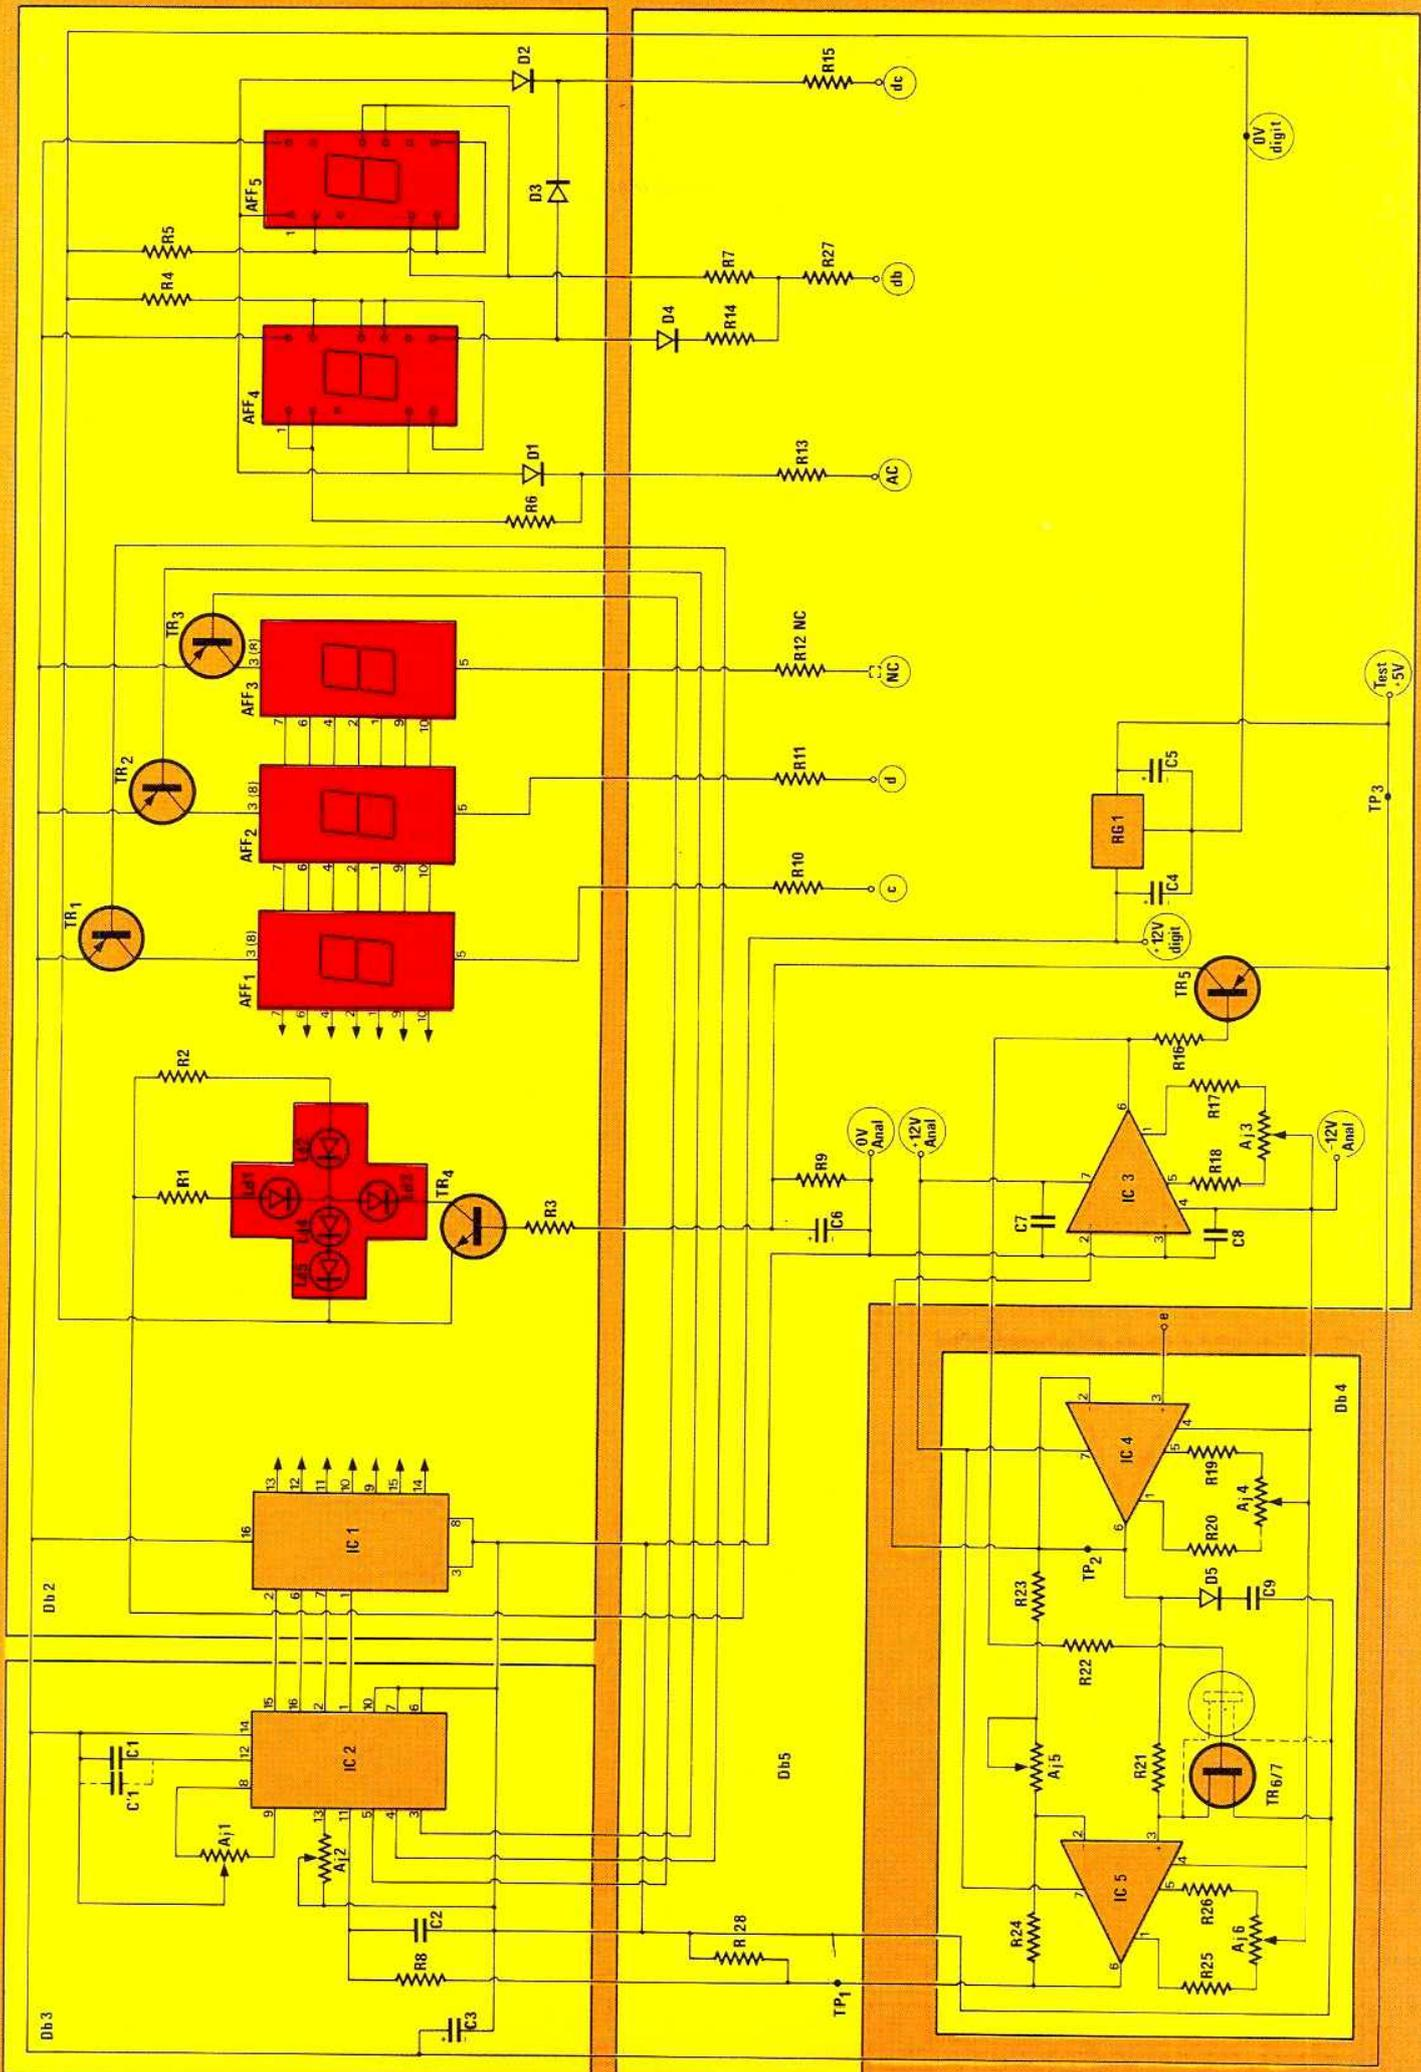
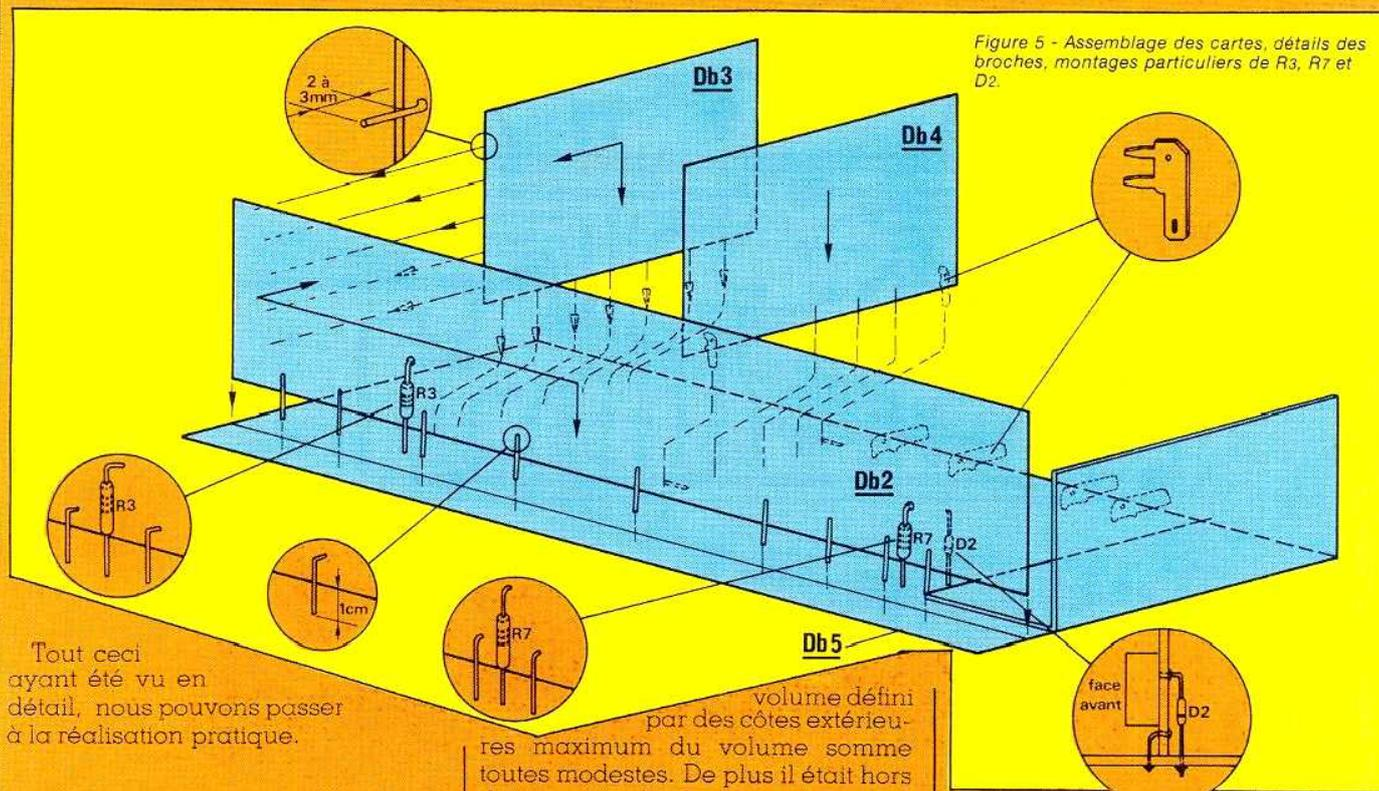

Figure 2 - Schémas : Affichage, polarité automatique, voltmètre continu 999 mV, indicateur de fonctions, régulation 5 V.
Figure 5 - Assemblage des cartes, détails des broches, montages particuliers de R3, R7 et D2.
Le schéma général (figure 2) regroupe SE 1 à 5. Il est découpé en quatre zones appelées Db 2, Db 3, Db 4, Db 5, correspondant aux 4 circuits imprimés nécessaires à la construction. Ne tenez pas compte
Sur le schéma figure 2, il est prévu un transistor TR_7 en parallèle sur TR_{65} , afin de garantir l'efficacité du «court-circuit» en cas de faiblesse des $2N3819$ utilisés. Pour notre part un seul a suffit. D'autre part, la valeur de $10\text{ M}\Omega$ dans la gate est volontairement importante car une valeur plus faible avait tendance à laisser passer quelques mV de la tension de commande dans l'entrée positive de IC_5 ce qui ne facilitait pas le réglage d'offset.. !
On se doit de bien repérer sur la figure 2 les 5 points suivants :
Comme nous l'avons déjà dit, le câblage de cet ensemble est réparti sur 4 circuits imprimés que nous avons repérés Db 2, Db 3, Db 4, Db 5. Le schéma de la figure 2 a été tracé de telle sorte que les composants de chaque carte soient bien repérables ainsi que les liaisons inter-cartes. Un dessin valant mille mots... nous vous invitons à vous reporter à la figure 5 qui image bien la façon dont les cartes sont assemblées entre elles. Ce type de montage à cartes perpendiculaires autorise une exploitation maximum du
Apportez un soin accru à l'implantation de ces pièces avant de souder les afficheurs. Posez un support pour IC₁ et soudez TR_{1, 2, 3} de telle sorte qu'ils ne soient pas en avant des afficheurs. Trois (3) composants ont un montage particulier : il s'agit de R₅ et R₇ qui ne sont soudés au CI que d'une patte, l'autre servant de broche de liaison avec Db 5 (figure 5). Idem en ce qui concerne D₂, mais celle-ci présente la particularité supplémentaire d'être soudée d'une patte CÔTÉ CUIVRE. Il reste à fabri-
quer les broches de liaison à Db 5 avec les pattes coupées aux résistances que vous avez déjà soudées. Laissez dépasser à peu près un centimètre du rebord de la carte (de même pour R_7 , R_8 et D_2) (toujours figure 5). Soudez les 4 dernières résistances et Db 2 est terminée. Son circuit imprimé avec implantation figure 8.
La figure 5 donne une idée de l'ensemble, néanmoins il est très important de respecter la procédure suivante : Assembler en premier Db 2 avec Db 3 en introduisant délicatement les 6 broches de Db 3 dans les trous correspondants de Db 2. Bien plaquer ces deux cartes l'une contre l'autre tout en respectant